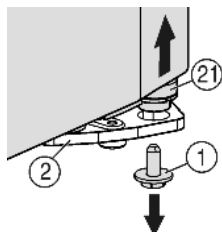
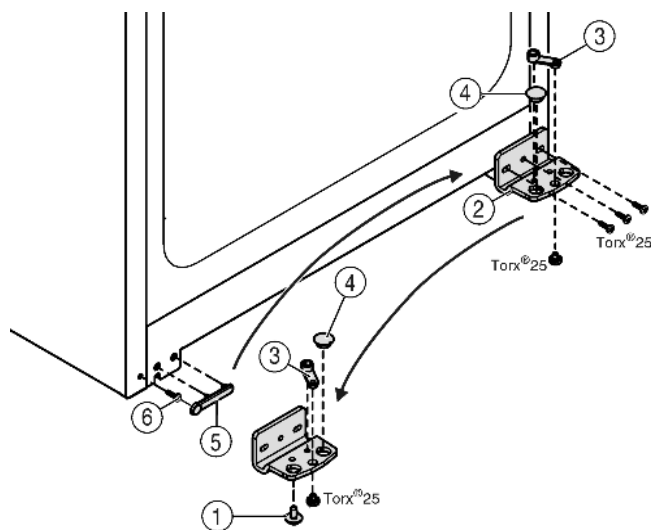

Fig. 4
Fig. 5
- ▶ Внизу справа на опорном кронштейне выкрутите фиксирующий винт Fig. 4 (1).
- ▶ Опорный палец Fig. 4 (21) можно извлечь из опорного кронштейна Fig. 5 (2).
- ▶ Если не удастся извлечь опорный палец Fig. 4 (21), нажмите на него снизу.
- ▶ Открутите опорный кронштейн Fig. 5 (2).
- ▶ Открутите опорную деталь Fig. 5 (3) и, переставив в отверстие на противоположной стороне опорного кронштейна, снова прикрутите.
- ▶ Извлеките заглушку Fig. 5 (4) из опорного кронштейна и переставьте ее в отверстие на противоположной стороне опорного кронштейна.
- ▶ Осторожно снимите крышку со стороны ручки Fig. 5 (5).
- ▶ Выкрутите болт Fig. 5 (6) и вкрутите на противоположную сторону.
- ▶ Снова установите крышку Fig. 5 (5).
- ▶ Снова прикрутите опорный кронштейн Fig. 5 (2) на новой стороне шарнира (с моментом 4 Нм). При необходимости используйте аккумуляторный шуруповерт.
- Вкрутите фиксирующий винт Fig. 4 (1) внизу в опорный палец и затяните (с моментом 4 Нм).